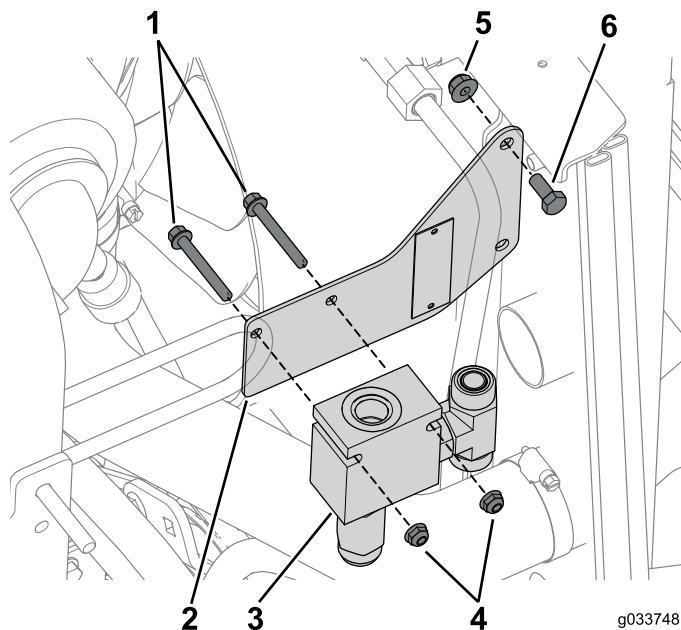

Figura 10
- Montate la staffa del gruppo del collettore sinistro utilizzando un bullone (5/16 x 3/4 poll.) e un dado flangiato (5/16 poll.) sul foro superiore della staffa (Figura 10).
6. Fissate il gruppo del collettore sinistro alla staffa utilizzando 2 bulloni (1/4 x 2 poll.) e 2 dadi (Figura 10).